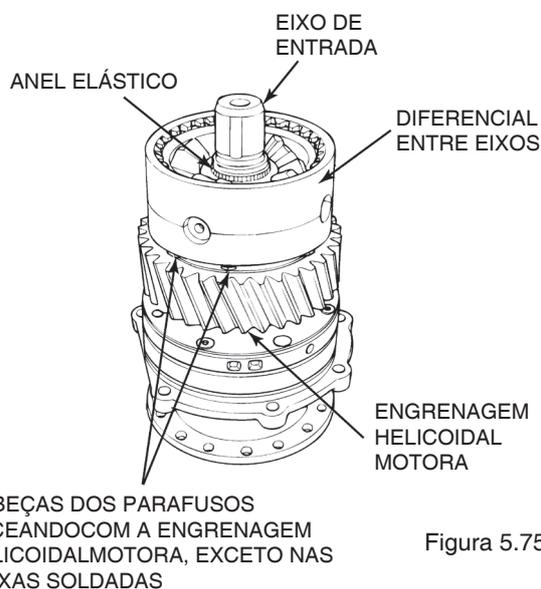

Figura 5.75
11. Instale o diferencial entre eixos no eixo de entrada de forma que os dentes na caixa do diferencial entre eixos estejam contrários à engrenagem helicoidal motora. Instale o anel elástico que fixa a caixa do diferencial entre eixos no eixo de entrada. Figura 5.75.